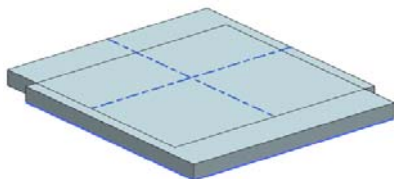

图 11-41 预览显示矩形腔体的中心线
(8) 在视图区预览显示矩形腔体的中心线，如图 11-41 所示。